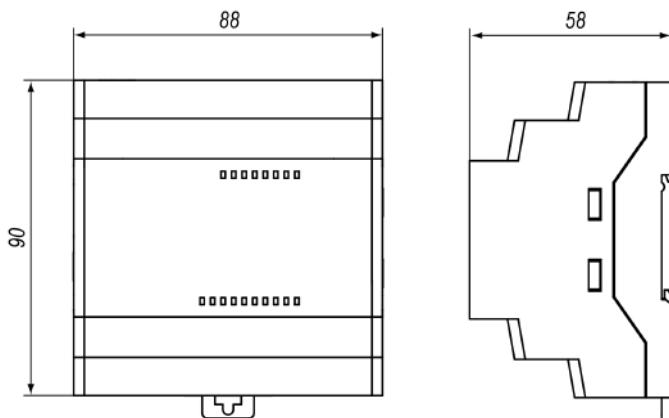

Рисунок 5.1 – Габаритные размеры
- Подготовить на DIN-рейке место для установки в соответствии с размерами прибора (см. рисунок 5.1).